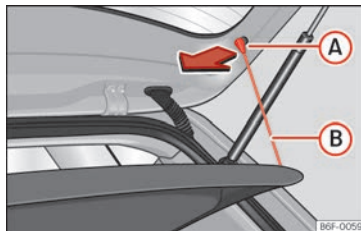

Abb. 178 Im Gepäckraum:
- Hängen Sie die Haltebänder »» (Abb. 178) (B) aus den Aufnahmen (A) aus.
- Hängen Sie die Haltebänder »» (Abb. 178) (B) an der Heckklappe ein.